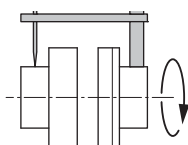

Fig. 10: Kontroll av den radiale justeringen med en komparator
- Fest et måleuret på en av koblingene eller på akselen (se fig. 10). Måleurets stempel må ligge inntil kransen på den andre halvkoblingen (se fig. 10).